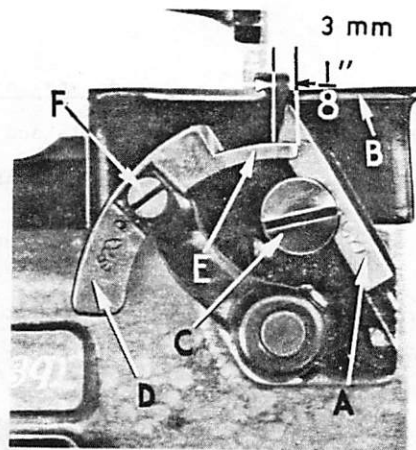

Fig.6
Messer-Einstellung (Fig.6)
Das Messer A (Fig.6) muß so eingestellt werden, daß seine Spitze an der unteren Stichplattenseite B (Fig.6) anliegt.
Nach Lösen der Schraube C (Fig.6) kann das Messer bis zur richtigen Lage verschoben werden.
Dieses Messer D (Fig.6) soll bei seiner Bewegung die Stichplattenunterseite nicht berühren. In seiner äussersten Stellung soll der Zapfen E (Fig.6) noch 3 mm das feststehende Messer A (Fig.6) überdecken. In Schneidstellung soll das bewegliche Messer mindestens 1 mm über das feststehende Messer gleiten. Das Messer D kann nach Lösen der Schraube F (Fig.6) in die richtige Lage gebracht werden.
Knife adjustment (Fig.6)
The stationary knife (A, Fig.6) should be set so that its top edge is even with the lower side of the throat plate (B).
The movable knife (D, Fig.6) should be set so that in its entire arc of travel, it just clears the throat plate and so that in its open position its pilot (E) overlaps the stationary knife by 1/8 inch. To make this adjustment, loosen holding screw (F) and move the knife in the required direction.